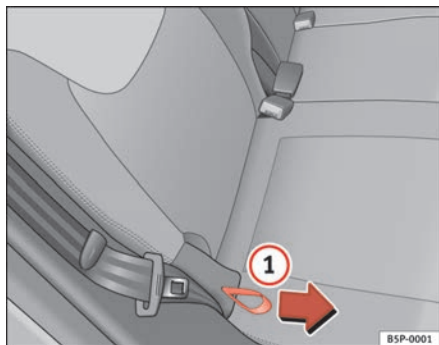

Fig. 98 Ajuste de la inclinación del respaldo, asiento posterior
- Sujete el respaldo del asiento por la parte superior. Tire del lazo situado en el lateral del asiento ⇒ fig. 98 ① en la dirección de la flecha y manténgalo en esta posición. Empuje el respaldo del asiento hacia atrás hasta la posición que desee y suelte el lazo.